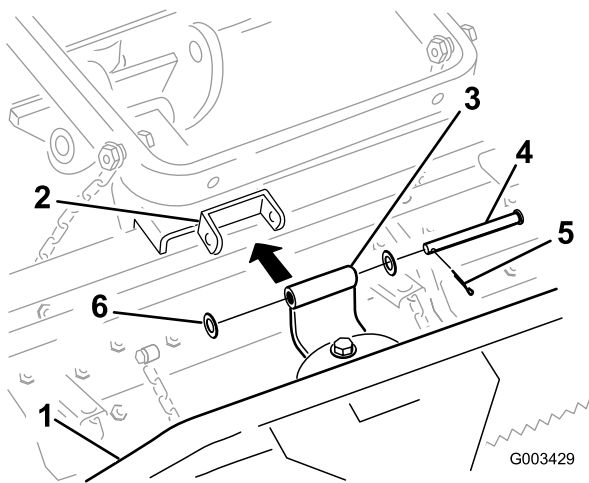

Figura 5
- Conecte el soporte/pivote al rastrillo de dientes según se muestra en Figura 5 con un pasador (1/2 x 4-1/2 pulgadas), 2 arandelas (0,531 x 1,063), y una chaveta.